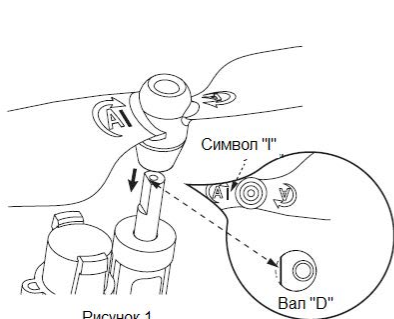

Рисунок 1
2) Нажмите на иконку «Автоматическая посадка» (Auto Land) и модель медленно приземлится. (Рисунок 1)
1) Установка: перед установкой пропеллеров в первый раз проверьте соответствие букв «А» или «В» на пропеллере и валу двигателя: буквы должны совпадать. Совместите метку «I» с лыской вала двигателя «D» (Рисунок 1). Затем используйте прилагаемые винты и отвертку для фиксации каждого пропеллера. При помощи черных винтов и отвертки, входящих в комплект, затяните пропеллеры «А» вращением против часовой стрелки. Затем при помощи серебряных винтов и отвертки затяните пропеллеры «В» вращением по часовой стрелке.